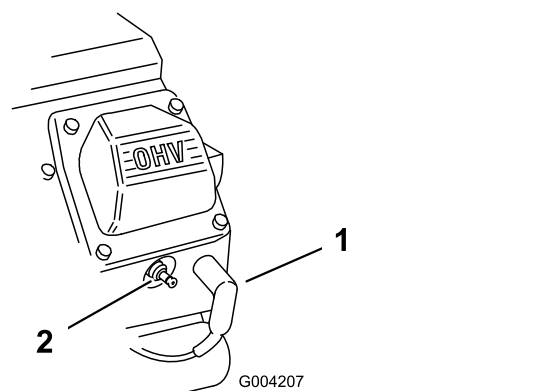

図 50
2. 点火プラグのコードが抜けているのを確認する 図 50。
3. 点火コードを取り付ける 図 50。